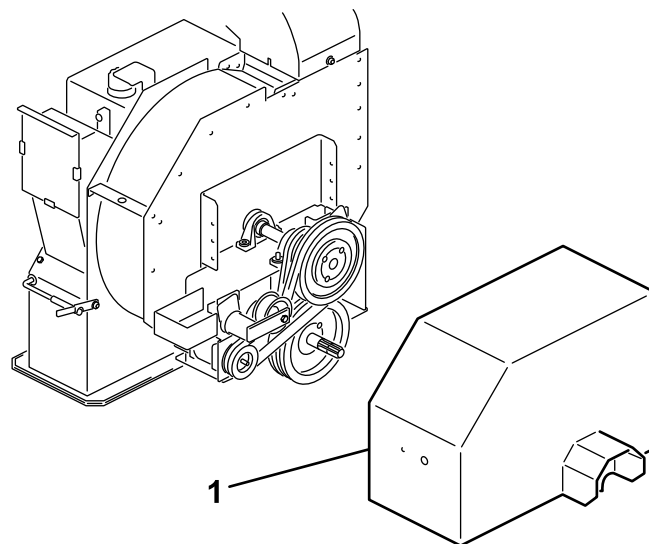

Figura 12
1. Rimuovete il carter della trasmissione da sopra i gruppi delle pulegge (Figura 12).
1. Allentate i bulloni e i dadi che fissano il carter di trasmissione all'alloggiamento della girante (Figura 12) e rimuovete il carter.